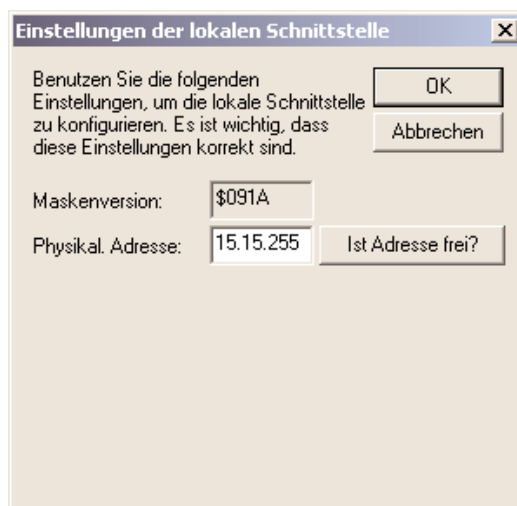

Bild 10: Einstellungen der lokalen Schnittstelle
7. Die Einstellungen der lokalen Schnittstelle öffnen sich (vgl. Bild 10). In das Feld "Physikalische Adresse" muss nun die physikalische Adresse der IP-Datenschnittstelle eingetragen werden. Es ist darauf zu achten, dass die Adresse von keinem anderen Gerät im ETS-Projekt verwendet wird (ggf. Prüfung durch die ETS 3 "Ist Adresse frei ?"). Nach einer erfolgreichen Adressvergabe sollte im ETS-Projekt an der topologisch richtigen Stelle ein Dummy-Gerät eingefügt werden.